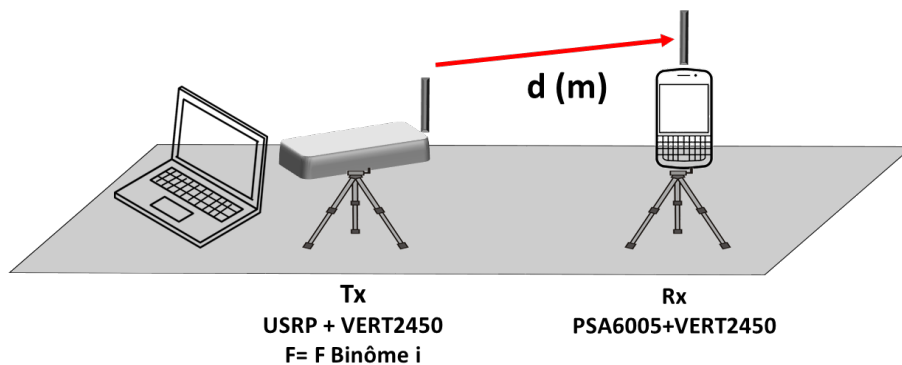

FIGURE 1 – Bilan de liaison sur une table en salle radiocom.
Le montage à réaliser correspond à la Figure 1.
- Conserver le montage de la Figure 1 en utilisant, pour l'émission et la réception deux antennes VERT2450, distantes de 3m.